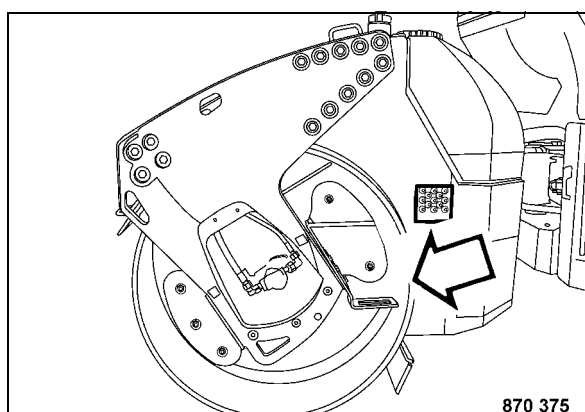

Fig. 129
- Usare gli ausiliari di salita (Fig. 129).